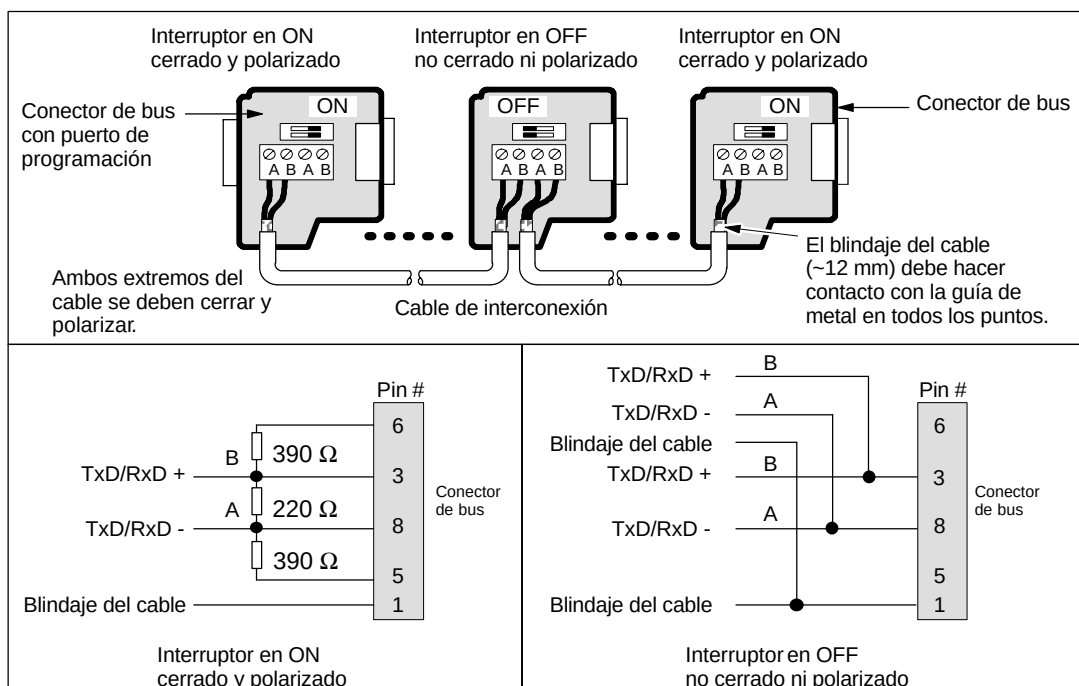

Figura 7-24 Polarizar y cerrar el cable de interconexión
- Si hay varias CPUs conectadas al módem remoto se necesitará un conector de puerto de programación Siemens en una red PROFIBUS (la figura 7-24 muestra cómo polarizar y cerrar los cables de interconexión).